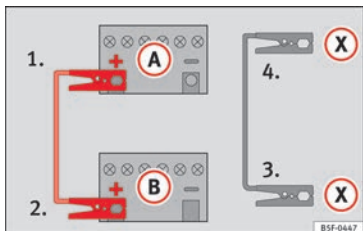

Abb. 88 Anschlusschema für Fahrzeuge mit Start-Stopp-System.
- 4b. Bei Fahrzeugen mit Start-Stopp-System: ein Ende des schwarzen Starthilfekabels (X) an einen geeigneten Masseanschluss, ein massives, fest mit dem Motorblock verschraubtes Metallteil oder an den Motorblock selbst anklemmen » » Abb. 88.
5. Klemmen Sie das andere Ende des schwarzen Starthilfekabels (X) im Fahrzeug mit der entladenen Batterie an ein mit dem Motorblock verschraubtes, massives Metallteil oder an den Motorblock selbst, aber so weit wie möglich von der Batterie (A) entfernt an.